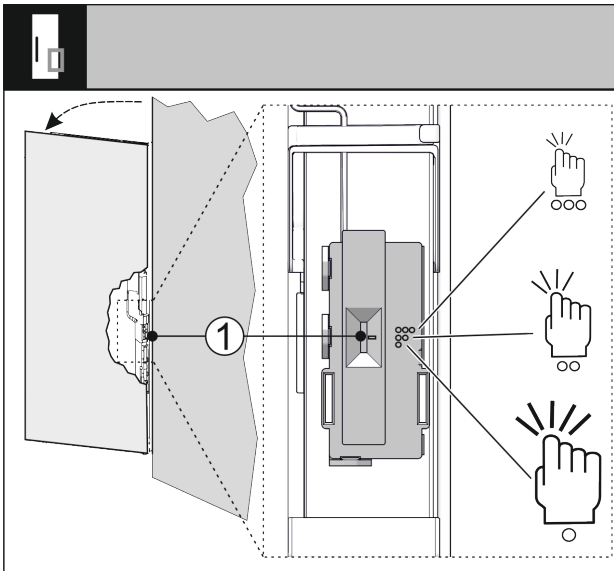

Fig. 32
Можете да настроите чувствителността на датчика за почукване чрез превключвател Fig. 32 (1). Превключвателят е в долната една трета от вратата от страната на пантите.
- ▶ Плъзнете превключвателя Fig. 32 (1) в желаното положение на превключвателя.